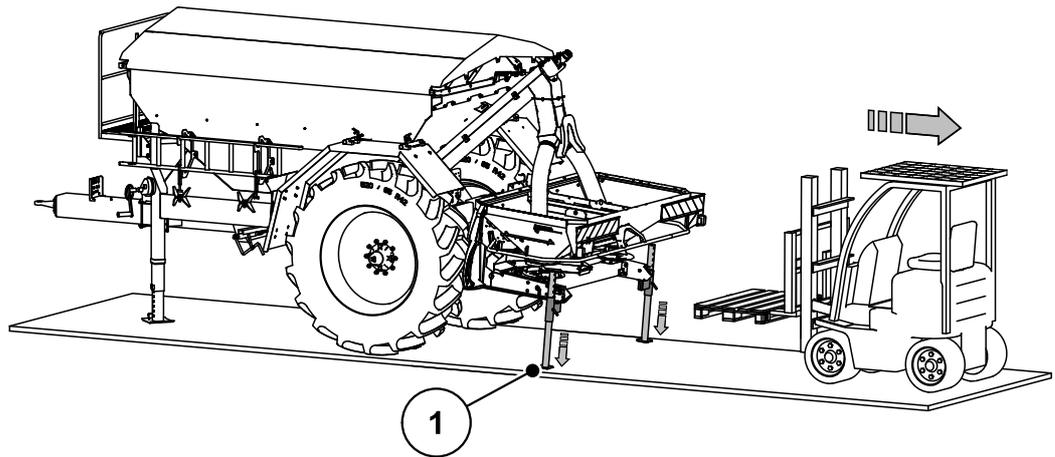

Bild 6.12: Gabelstapler wegfahren
8. Die optional erhältlichen Abstellfüßen (Bild 6.12 Position [1]) auf dem Boden nach unten stellen und sichern.